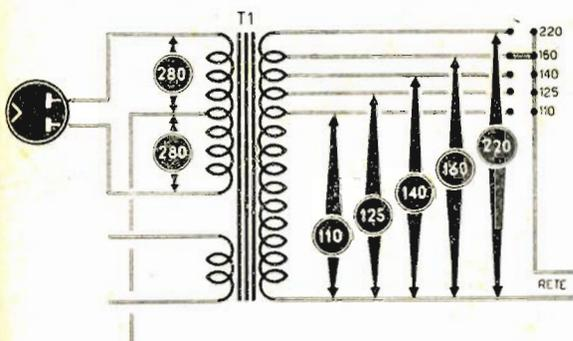

Fig. 2
25) Nell'eventualità di alimentatori per apparecchi che contemplino l'alimentazione in serie delle valvole (vedi fig. 2 - 6^a puntata), necessita controllare l'eventuale cortocircuito esistente fra filamento e catodo, il che si conseguirà con prova di continuità, a mezzo ohmmetro, tra un piedino del filamento stesso e il piedino del catodo.
27) Controllare se esiste corrente alternata alle placche della raddrizzatrice. Mancando corrente, nel caso dell'alimentatore di cui a fig. 2 - 6^a puntata, si dedurrà che la resistenza — del valore di circa 100 ohm collegata fra cambiotensione e placca — risulta bruciata.
Se l'alimentatore risultasse del tipo preso in esame a fig. 2 - 6^a puntata - sarà possibile riscontrare l'abbruciamento del raddrizzatore al selenio, o della resistenza da 100 ohm, che collega il raddrizzatore al cambiotensione.